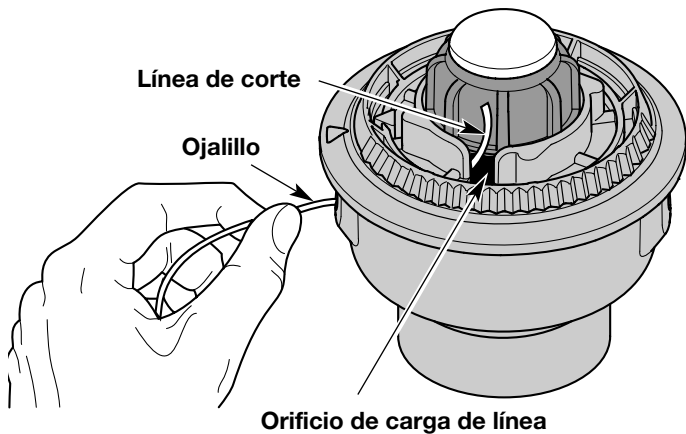

Fig. 42
3. Saque la línea vieja por los orificios de carga y de cierre de línea (Fig. 42 y 43).
4. Inserte una pieza de línea de corte dentro de uno de los ojajillos de la bobina exterior. Páselo hacia arriba a través del orificio de carga del carrete interior (Fig. 42). No doble la línea al insertarla en el ojajillo.